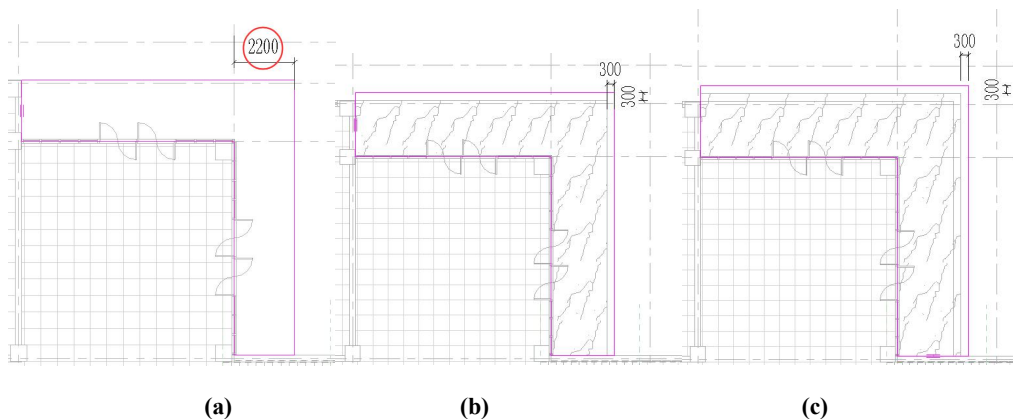

图 9-2 楼板边界
- 点击“建筑”选项卡“构建”面板“楼板”下拉菜单“楼板:建筑”工具，类型选择器选择“TJ-150”，楼板边界见图 9-2(a)，点击“完成编辑模式”，创建最上层台阶。
- 同理，利用“楼板:建筑”工具，创建第二层台阶：属性面板“自标高的高度偏移”为“-150”，楼板边界见图 9-2(b)，点击“完成编辑模式”，创建第二层台阶。
- 同理，利用“楼板:建筑”工具，创建最下层台阶：属性面板“自标高的高度偏移”为“-300”，楼板边界见图 9-2(c)，点击“完成编辑模式”，创建最下层台阶。台阶创建完毕。